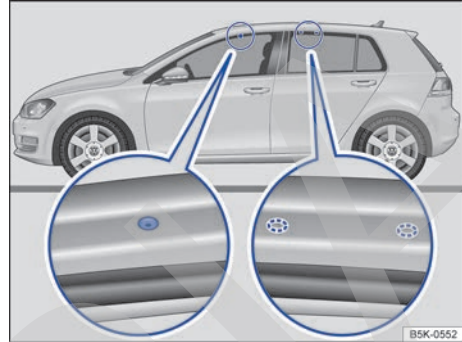

Fig. 176 Puntos de fijación para los soportes básicos.
Los orificios para fijar el soporte básico delantero se encuentran en la parte inferior de los largueros del techo y van cerrados con tornillos de plástico → fig. 176 (imagen ampliada izquierda) que hay que desenroscar antes de comenzar con el montaje.
Las marcas para fijar el soporte básico trasero se encuentran en la parte inferior de los largueros del techo → fig. 176 (imagen ampliada derecha).
- Monte los soportes básicos únicamente en los orificios y las marcas que aparecen señalados en la ilustración → fig. 176.